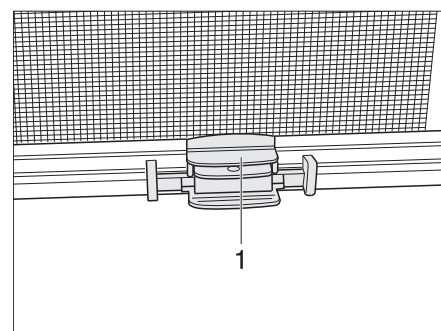

Fig. 48 Store
- Saisir la barre de fermeture (Fig. 48,1) de la moustiquaire par le centre et l'amener à la barre de fermeture du store occultant.
- Maintenir la barre de fermeture (Fig. 48,1) de la moustiquaire et actionner le cliquet d'encliquetage.